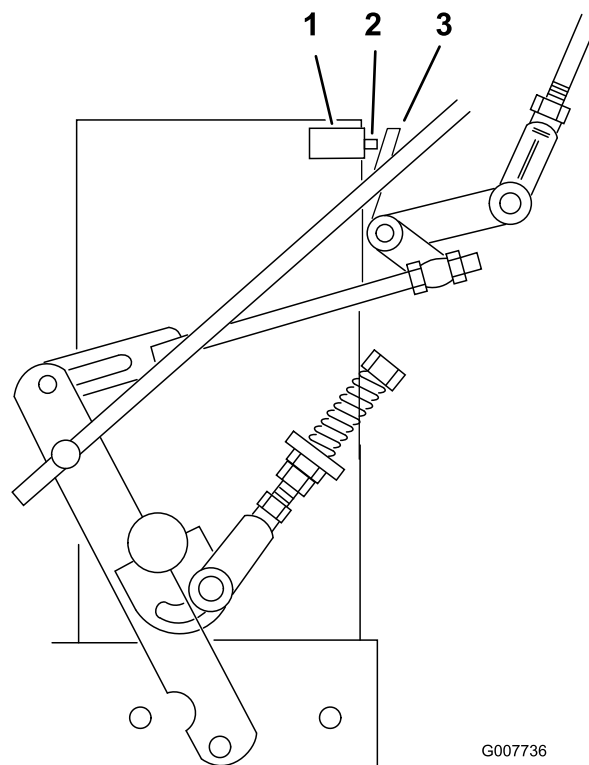

Figura 31
- Compruebe que el interruptor de seguridad está oprimido y que queda un espacio de 8 mm (5/16 pulg.) entre la barra accionadora y el interruptor. (Figura 31).
- Si es necesario, ajuste la posición del interruptor para crear el espacio de 5/16 pulgadas (8 mm) (Figura 31).